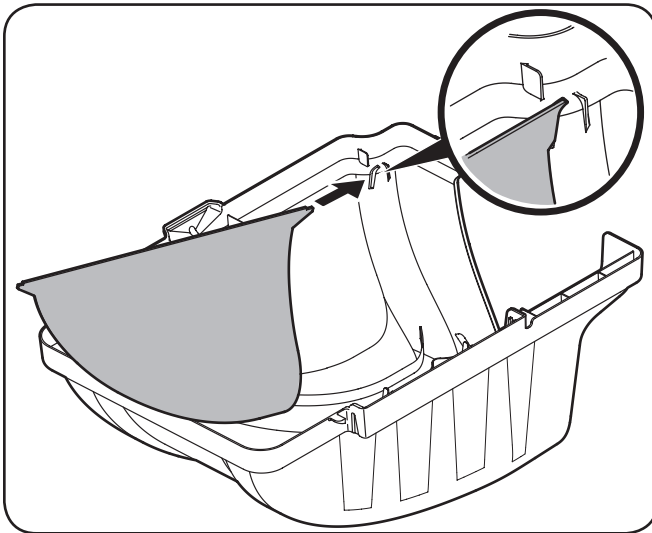
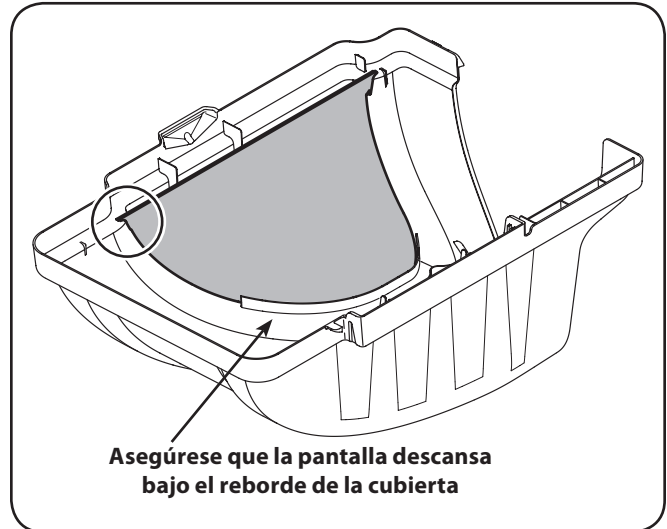

Figura 4-11
Figura 4-12
3. Si no lo ha hecho por la fábrica, instalar la pantalla embolsadora en la cubierta Bagger insertando primero el extremo más cercano a la cara con el recorte en el orificio de montaje, como en la Figura 4-11. Asegúrese de pasar la pantalla por debajo del reborde, como en la Figura 4-12.
4. Calce el otro lado empujando la pantalla dentro del recorte provisto. Vea la Figura 4-12.